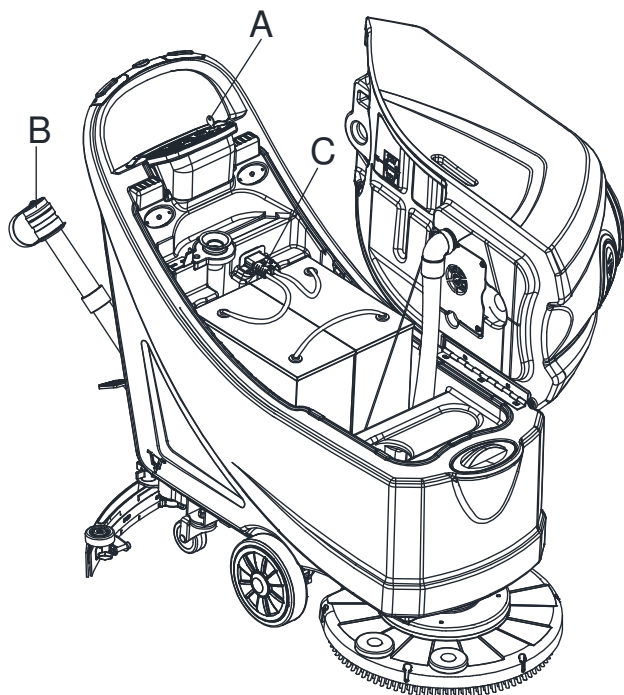

Figura 23
4. Limpie la tapa del tanque de recuperación (A), tanque de recuperación (B), el tanque de agua limpia (C) y el marco de soporte de filtro del flotador (E). Vacíe el tanque de recuperación usando la manguera de vaciado (B, Figura 23).